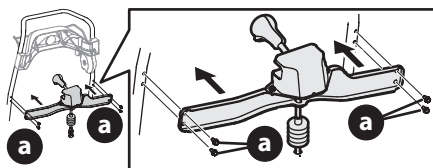

Figura 11
2. Usando los tornillos de arandela hexagonal (a), instale el conjunto del control de rotación del canal (Figura 11).